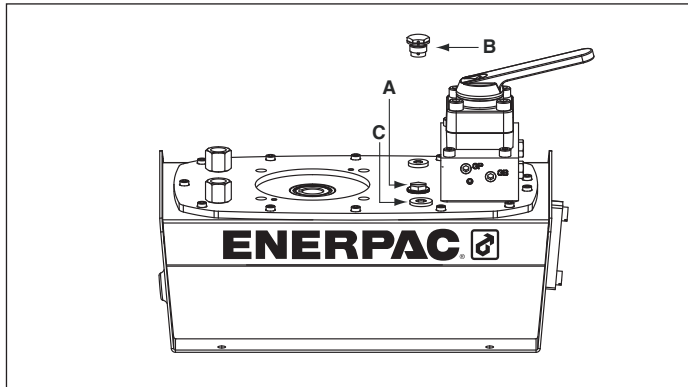
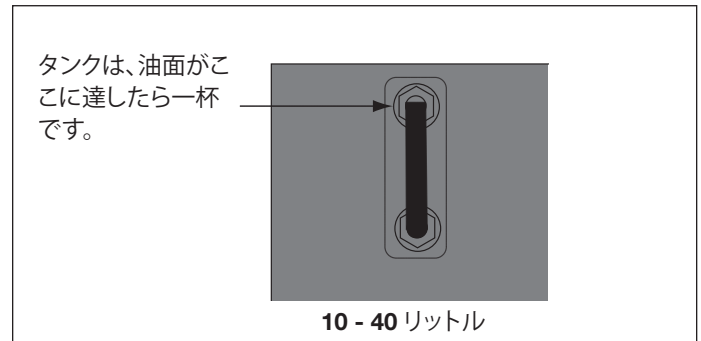

図2、ZGブリーザの取り付け
図 4
4.1 タンクのブリーザキャップ (図2を参照)
始動前にオイルレベルを確認し、必要であればカバープレートからSAE #10プラグを外してオイルを追加します (図2参照)。オイルレベルがガラスボルトの覗き穴の一番上に達したら一杯です。(図4)
始動前にポンプのオイルレベルを確認し、必要であればポートキャップを外してオイルを追加します。オイルタンクにオイルを追加する前に、シリンダが完全に後退していることを常に確認してください。図2を参照
6. オイルタンクに新しいEnerpac油圧油を注入します。タンクは、オイルレベルが覗き穴の中央に達したら一杯です(図4参照)